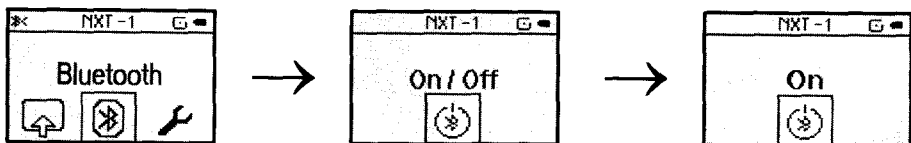

Рис. 104. Последовательность включения Bluetooth
2. Если на экранах роботов не отображается значок , значит, выключен Bluetooth. Необходимо его включить на обоих роботах (рис. 104).